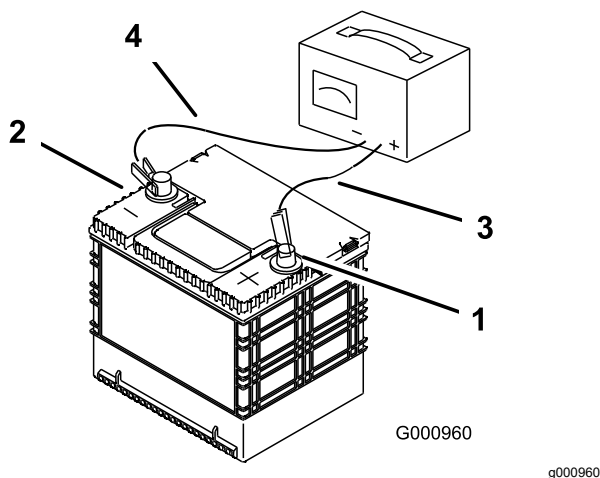

Figura 69
3. Cuando la batería esté completamente cargada, desconecte el cargador de la toma de electricidad, luego desconecte los cables del cargador de los bornes de la batería (Figura 69).